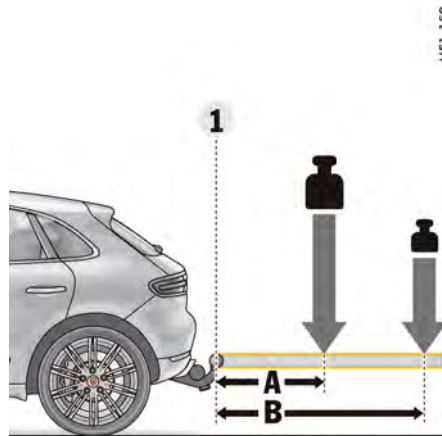

図147: アタッチメントおよびアクセサリの負荷配分図
- 荷物を含むキャリア・システムの許容最大総重量は75kgです。ただし、負荷の重心とポール・ヒッチ間の距離が長くなると、許容最大総重量は減少します (図147)。
- アクセサリ/アタッチメントからポール・ヒッチ (図147, 1) までの最大長さは700mmを超えてはいけません。
ポール・ヒッチ (図147, 1) から荷物の重心までの距離が長くなると、キャリア・システムの許容最大総重量は減少します。許容値は以下の通りです：